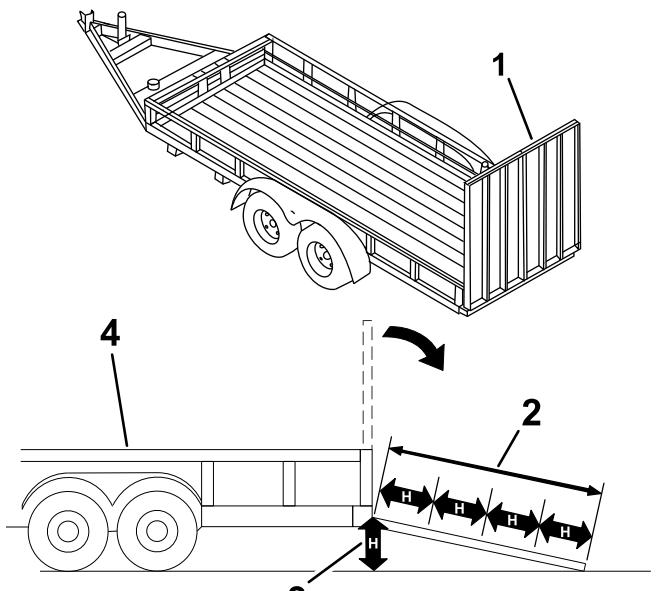

Figura 29
Quando si carica la macchina su un trailer o un autocarro si aumenta il rischio di ribaltamento, che può causare gravi ferite ed anche la morte (Figura 29).
3. Abbassate la rampa (Figura 29).